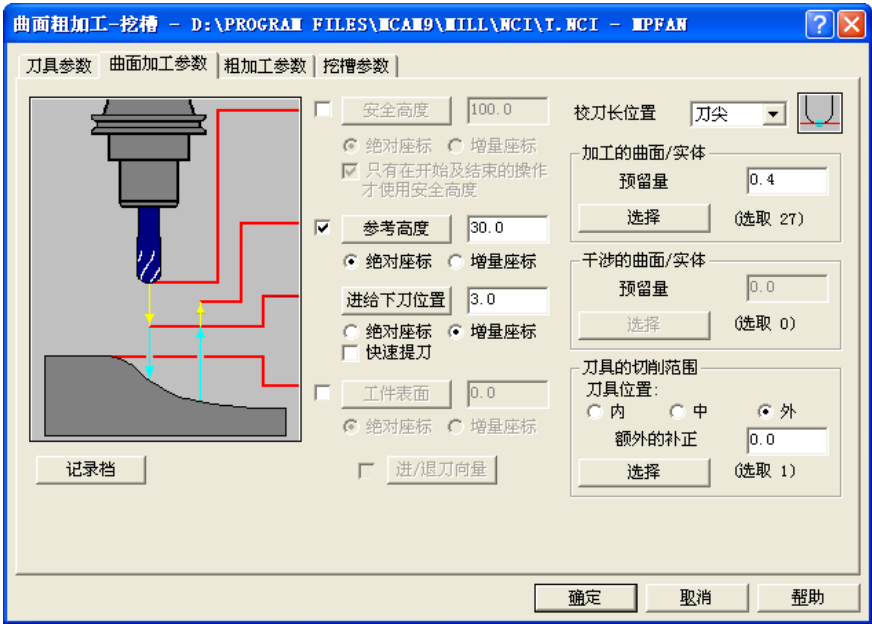

图 5-6 曲面加工参数
4) 选择“曲面粗加工—挖槽”，刀具参数、参考高度和进给下刀位置等均同步骤 2)。在“曲面加工参数”选项卡中，图形选择所有的曲面，切削范围选择  $118\text{mm} \times 78\text{mm}$  矩形，设定加工的曲面/实体预留量：0.4，刀具的切削范围中刀具位置点选“外”，如图 5-6 所示；在“粗加工参数”选项卡中输入 Z 轴最大进给量：0.8，勾选“由切削范围外下刀”，